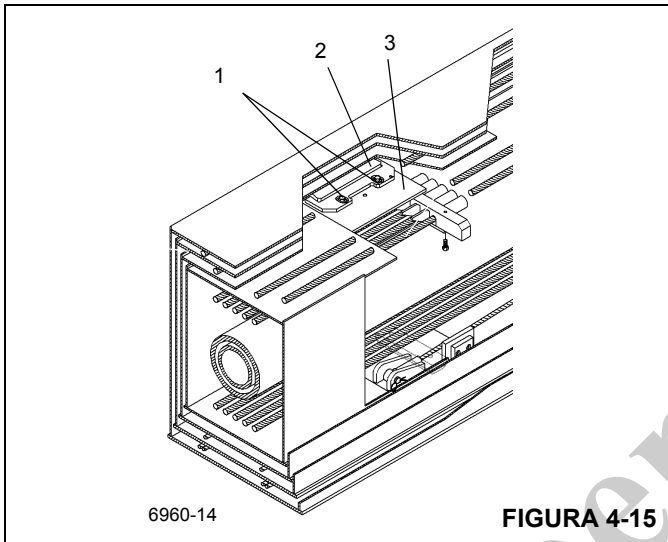

FIGURA 4-15
7. Remova os parafusos, as arruelas e as arruelas de deslocamento (1) que fixam cada placa de desgaste ajustável superior traseira (2). Remova as placas de desgaste e o suporte das placas da parte superior da seção volante (3) Figura 4-15.